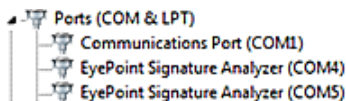

Рисунок 2. Отображение устройств после установки драйвера.
8. После установки драйвера в разделе устройств «Порты (COM и LPT)» должны появиться два устройства EyePoint Signature Analyzer (Рисунок 2), номера COM портов могут отличаться.